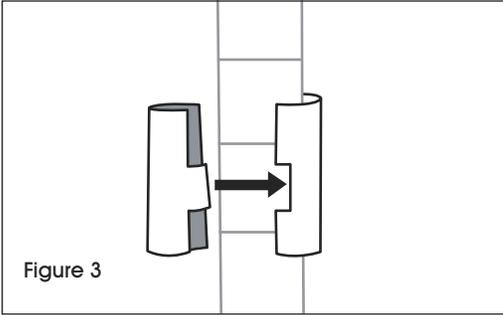

Figure 3
1. Start with U-Frame. Snap the interlocking pieces of a shelf support (wide end down) around the post at the lowest groove where the U-Frame is to be located. Slide the support up or down until it snaps into the groove. Add a shelf support to the same place on the remaining posts. (See Figure 3)
1. Commencez avec le cadre en U. Enclenchez les pièces emboîtables d'un support de tablette (extrémité la plus large vers le bas) autour du montant, au niveau de la rainure la plus basse à l'endroit où le cadre en U doit être installé. Faites glisser le support vers le haut ou vers le bas jusqu'à ce qu'il s'enclenche dans la rainure. Ajoutez un support de tablette au même emplacement sur les autres montants. (Voir Figure 3)